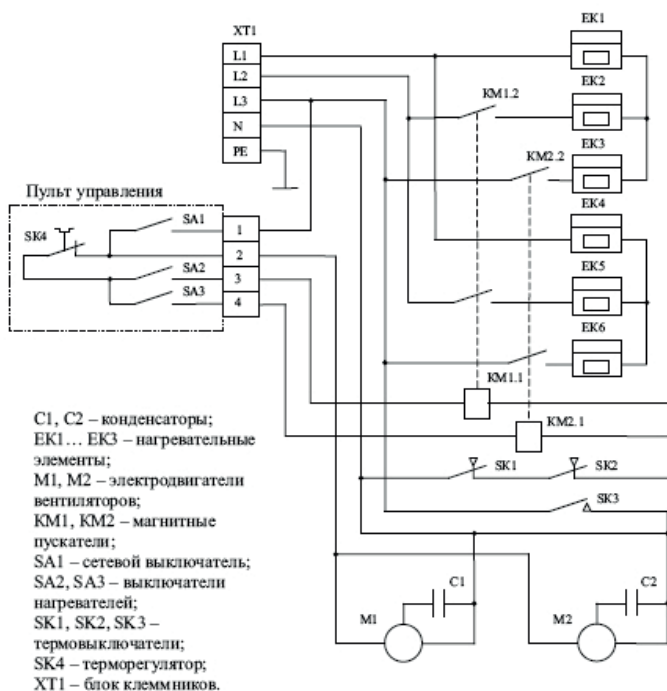

Рис.2. Схема электрическая RM-1220/1820/2420-3DY
5.4 Электрическая схема завесы представлена на рис. 2 Приложения.